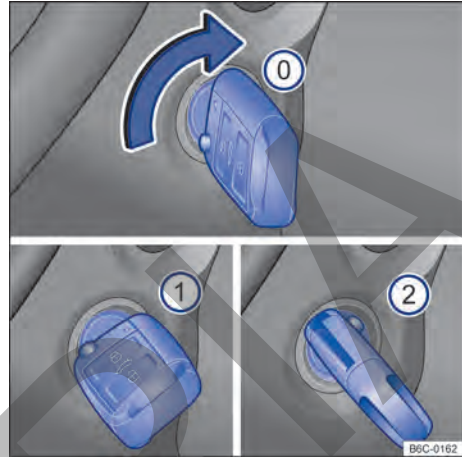

Fig. 86 Al lado del volante de la dirección, a la derecha: posiciones de la llave del vehículo en la cerradura de encendido.
Posiciones de la llave del vehículo → fig. 86
- ① Encendido desconectado. La llave del vehículo puede ser retirada.
- ② Encendido conectado.
- ③ Pise el pedal del freno (*vehículos con transmisión automática*), o el pedal del embrague (*vehículos con transmisión manual*) y encienda el motor. Cuando el motor arranque, suelte la llave del encendido. Al soltar, la llave del vehículo vuelve a la posición → fig. 86 ①.
- *Vehículos con cerradura de encendido:* girar la llave del vehículo a la posición → fig. 86 ①. El encendido está conectado. En ese momento la luz de control del sistema de arranque en caliente ∞ se encenderá en el instrumento combinado. Esperar a que la luz de control ∞ se apague indicando el final del calentamiento del combustible (esta acción puede ser necesaria en condiciones de arranque con el motor frío).
- *Vehículos con cerradura de encendido:* gire la llave del vehículo en la tumbor de ignición hacia la posición → fig. 86 ② – no acelerar. Cuando el motor comience a funcionar, soltar la llave del vehículo en la cerradura de encendido.
- *Vehículos con cerradura de encendido*: girar la llave del vehículo en la cerradura de encendido a la posición → fig. 86 .